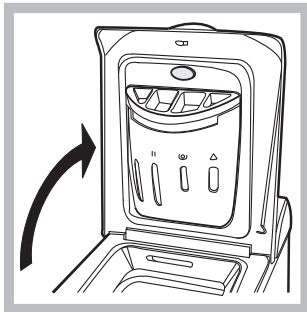

Abb. 1
A) Öffnen (Abb. 1) Öffnen Sie den äußeren Deckel ganz.